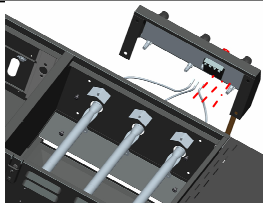
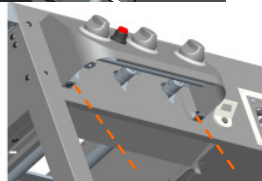

Fig.11
Fig.11A
Verbinden Sie die (3) Drähte der Brenner Elektroden zu dem Innenteil des Kontroll Panel wie abgebildet. Montieren Sie das Kontroll-Panel auf der Vorderseite des Gasgrills. Dazu benötigen Sie (4) M6x15 Kreuzkopfschrauben wie in der Fig. 11 abgebildet. Nehmen Sie den Ignitor Deckel (Kappe) ab und setzen Sie die Batterie "AA" wie abgebildet ein und schliessen Sie den Ignitor Deckel wieder im Uhrzeigersinn wie in Fig. 11A..